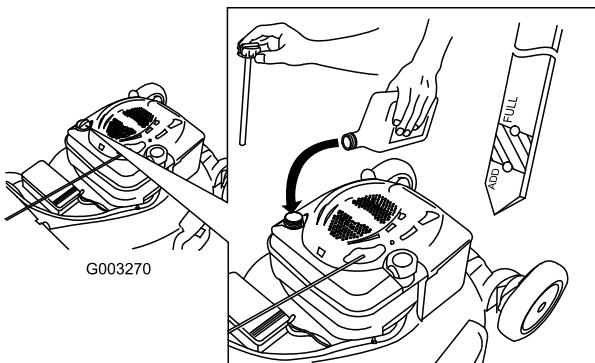

Figure 12
1. Retirez la jauge, essuyez-la sur un chiffon et remettez-la dans le goulot de remplissage (Figure 12).
2. Sortez de nouveau la jauge et contrôlez le niveau d'huile (Figure 12). Si le niveau n'atteint pas le repère minimum (Add) de la jauge, versez **lentement** suffisamment d'huile dans le goulot de remplissage pour faire monter le niveau au repère maximum (Full). **Ne remplissez pas excessivement.** (Remplissage max. : 0,59 l (20 oz), type : huile détergente SAE 30W de classe de service API SF, SG, SH, SJ, SL ou supérieure.)